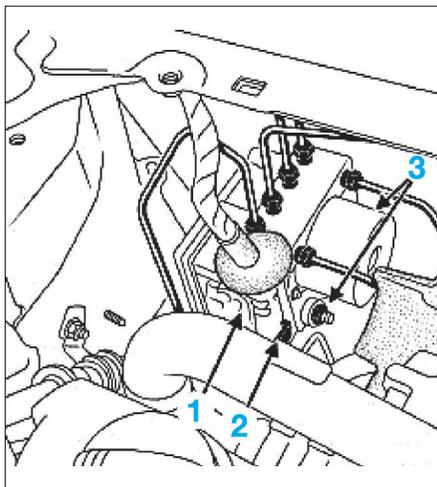

FIG. 30
- Débrancher le connecteur (1) du calculateur du bloc hydraulique, en levant la patte (2) (Fig.30).
- les écrous (3) de fixation du bloc hydraulique sur son support.